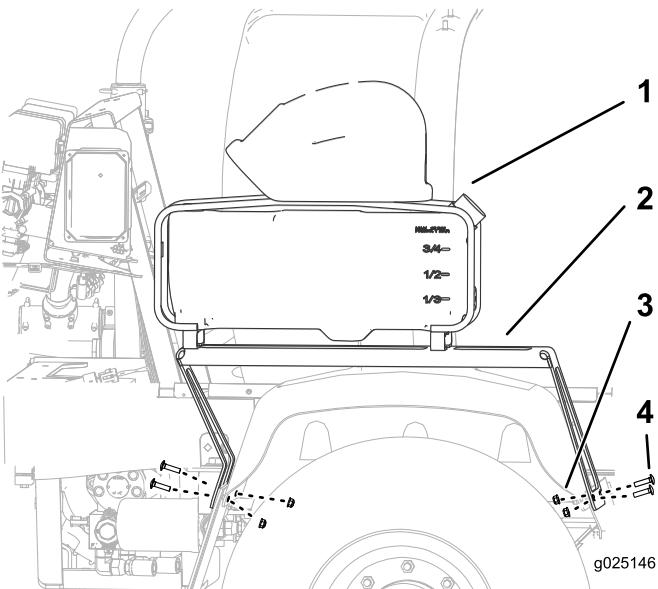

Figura 6
3. Allineate i fori nell'asta anteriore della staffa di supporto ai fori sul parafango e sulla relativa staffa (Figura 6).
1-1/4 poll.) e 2 dadi di bloccaggio flangiati (5/16 poll.), come illustrato nella Figura 6.
5. Allineate i fori nell'asta posteriore della staffa di supporto ai fori sulla protezione dagli schizzi, sul parafango e sulla relativa staffa (Figura 6).
6. Fissate la staffa di supporto alla protezione dagli schizzi, alla staffa del parafango e al parafango con 2 bulloni a testa tonda (5/16 x 1-1/4 poll.) e 2 dadi di bloccaggio flangiati (5/16 poll.), come illustrato nella Figura 6.